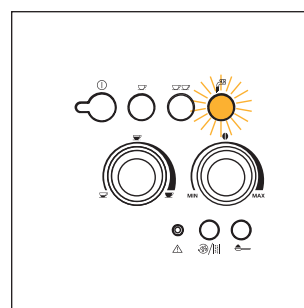

Fig.22
- Posez une tasse sous la buse à cappuccino (fig. 3). Tournez le robinet vapeur d'un demi-tour en sens inverse des aiguilles d'une montre (le voyant ☼ se met à clignoter fig. 22). Laissez couler un peu d'eau mélangée à la vapeur jusqu'à ce qu'il ne sorte que de la vapeur.